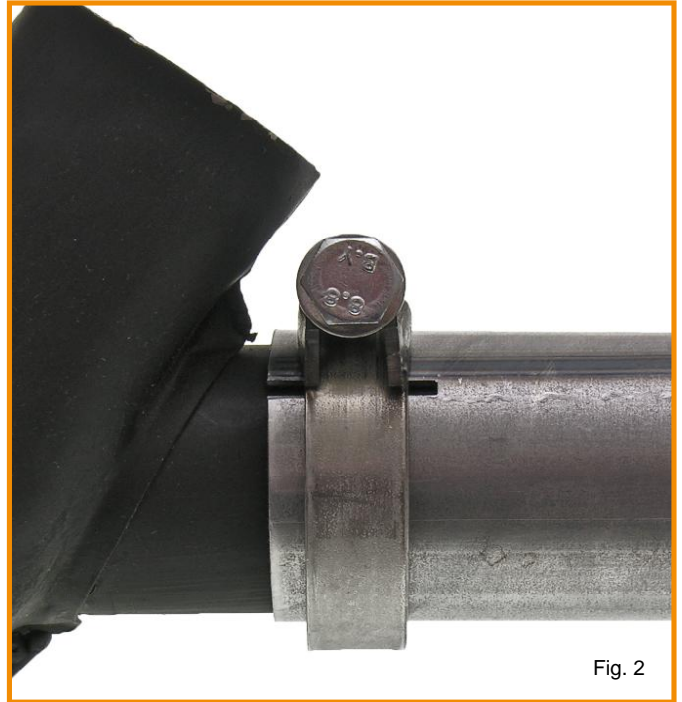

Fig. 2
- If all parts are matched together and the connecting pipes for cylinders 3 and 4 are in alignment, all bolts and nuts can be evenly tightened up at 20 Nm (15lbs/ft). The slip-joint between the heat exchangers/j-pipes and the manifolds are fastened with the supplied stainless steel muffler bandclamps. (Fig. 2)
- Sind alle Teile miteinander verbunden und die Verbindungsrohre von Zylinder 3+4 ausgerichtet, können alle Schrauben und Muttern gleichmäßig mit 20 Nm angezogen werden. Wärmetauscher und Krümmer werden mit den Bandschellen verschraubt. (Fig. 2)